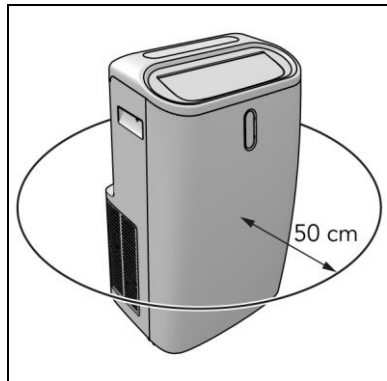

Abbildung 7
3. Platzieren Sie das Gerät mit einem Mindestabstand von 50 cm auf allen Seiten (Abbildung 7).